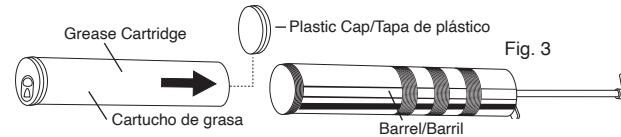

Fig. 4
4. Push grease cartridge into gun barrel completely, until metal edge tightly seals on top of the grease gun barrel. Detach flip-top seal from cartridge. (Fig. 4)
4. Empuje el cartucho de grasa hacia el barril completamente, hasta que el metal selle con la parte superior de la pistola de grasa. Retire el sello de arriba del cartucho. (Fig. 4)